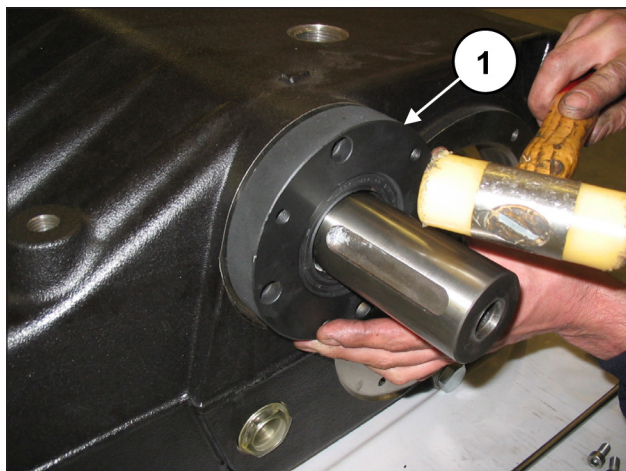
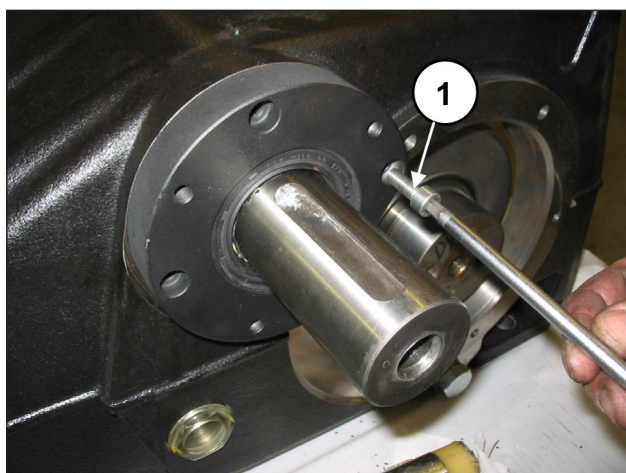

Fig. 67
Fig. 68
Montare un primo coperchio cuscinetto PTO (destro o sinistro) al carter pompa (pos. ①, Fig. 67) e fissarlo mediante 4 viti M8x30 (pos. ①, Fig. 68).
Montare il coperchio cuscinetto PTO mancante sul carter pompa (pos. ①, Fig. 67) e fissarlo mediante 4 viti M8x30 (pos. ①, Fig. 68).